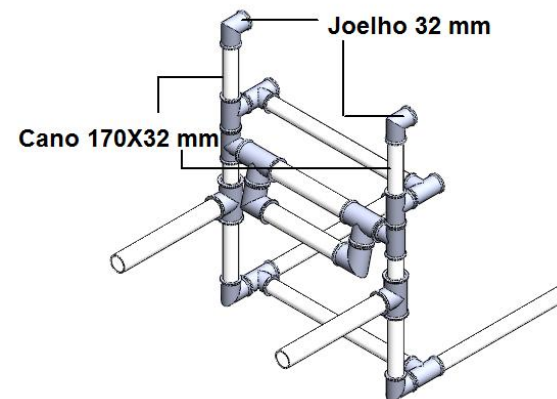

Figura 40. Montagem Final – Passo 13
- Passo 13: Junte 2 canos 170X32 mm e 2 conexões “T 32 mm” ao conjunto montado no passo 12, como mostrado na figura 40 (1 unidade);